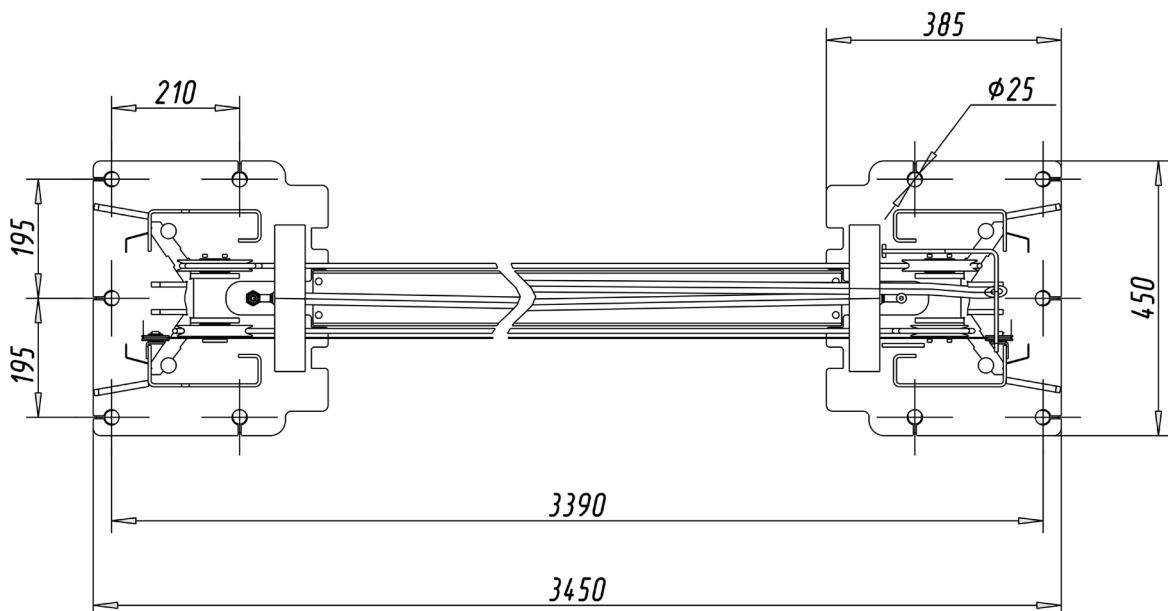

Рисунок 6.1 - Схема оборудования фундамента
6.3 На готовый фундамент (Рисунок 6.1) установить стойки. Отклонение стоек от вертикали не должно превышать 5 мм. Регулировку производить подкладками под основания стоек, с последующей заливкой зазоров